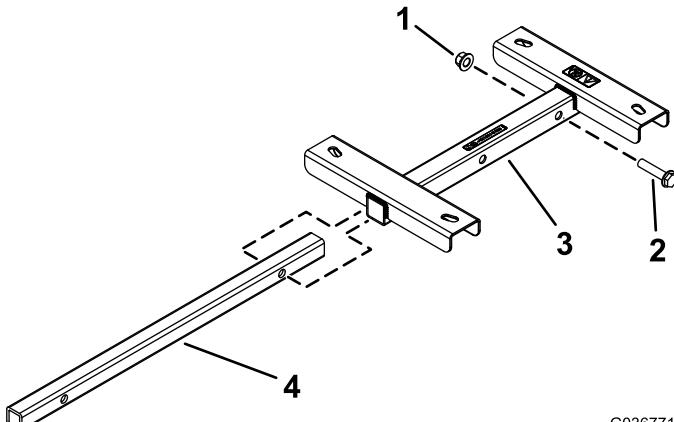

Bild 1
1. Setzen Sie die Rohrbefestigung in die Befestigung für die Schlauchtrommel ein, bis die Löcher in der Rohrbefestigung mit den am weitesten entfernten Löchern in der Befestigung für die Schlauchtrommel ausgefluchtet sind (Bild 1).
2. Befestigen Sie die Rohrbefestigung mit der Sechskantschraube ($\frac{1}{2}$ " x $2\frac{1}{4}$ ") und der Sicherungsmutter ($\frac{1}{2}$ ") an der Befestigung für die Schlauchtrommel, wie in Bild 1 abgebildet.